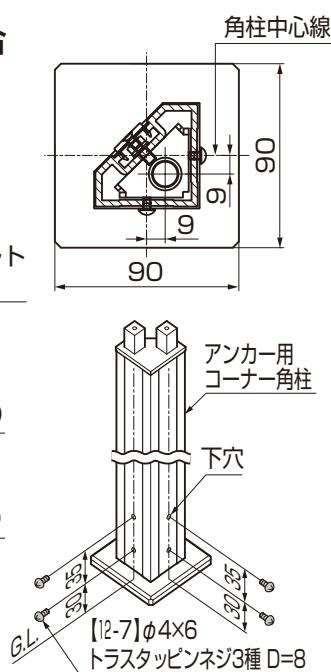

図4-4
- ② アンカー用コーナー角柱にφ3.5の下穴をあけ【12-7】を締め付けてください。（図4-4 参照）